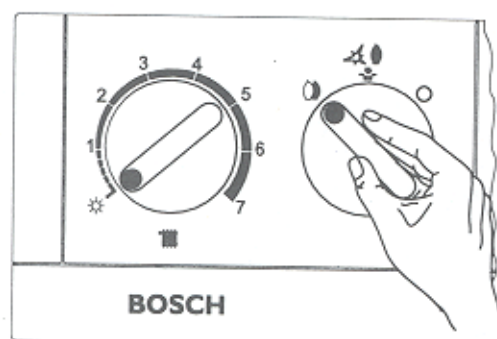

Figura 12
- Rotiti întreruptorul principal spre stânga, pe pozitia "Functionare continuă" (Figura 12)